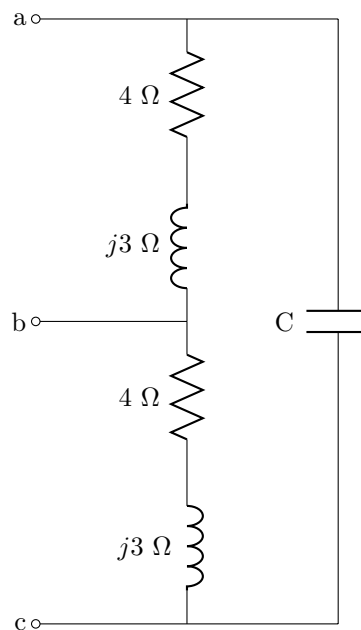

Figura 6.4: Circuito del problema 24.
24. En el sistema trifásico a tres hilos de la figura 6.4, la tensión es  $\underline{U}_{ab} = 100\angle 0^\circ \text{ V}$  - 50 Hz. Hallar el valor de la capacidad del condensador para que el factor de potencia total sea 1. ¿Cuántos kVA le corresponden a ese condensador?